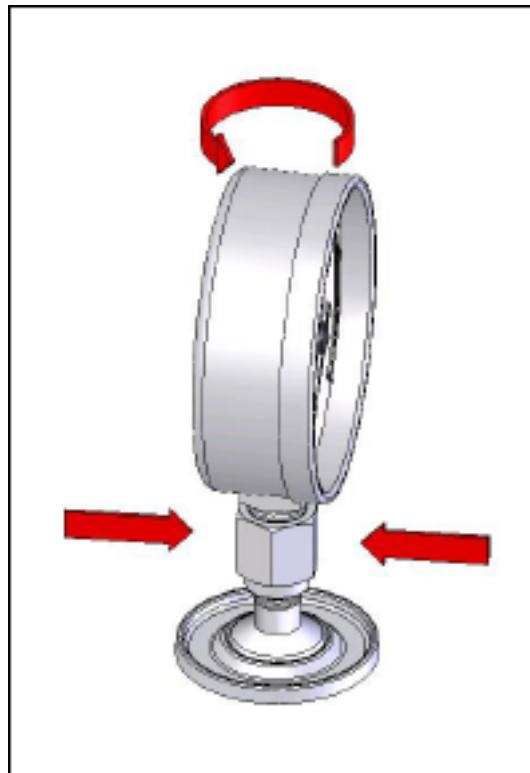

图 11. 调节仪表位置
3. 要调整位置以面向前方，请握住仪表达适配器，然后逆-时针方向转动仪器，从而使其面朝前方，参见图 11。